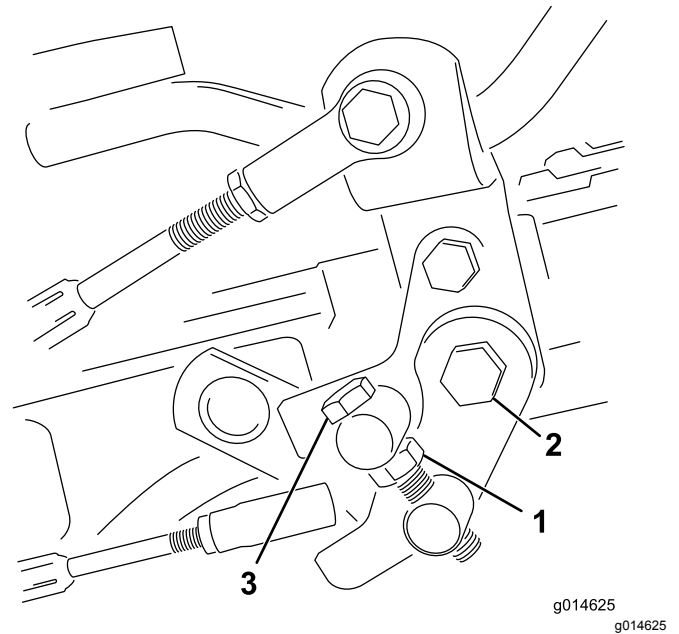

Bild 46
1. Lösen Sie die Klemmmutter an der Drehzapfenkopfschraube (Bild 46).
4. Ziehen Sie die Klemmmutter an der Drehzapfenkopfschraube und die Mutter am Pedalgelenk fest, um die Einstellung zu arretieren (Bild 46). Prüfen Sie die Einstellung und nehmen Sie ggf. eine weitere Einstellung vor.